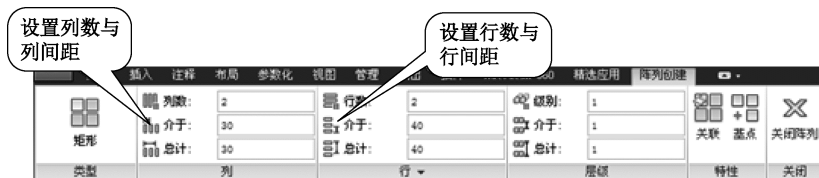

图 3-32 “阵列创建”选项卡（矩形阵列参数设置）
(1) 命令行提示选择对象，此时选择内接圆为  $\phi 12$  正六边形，按 Enter 键功能区即显示“阵列创建”选项卡，如图 3-32 所示。
(2) 在“列”面板“列数”数字框内输入“2”，“介于”数字框内输入“30”，如图 3-32 所示。
(3) 在“行”面板“行数”数字框内输入“2”，“介于”数字框内输入“40”，如图 3-32 所示。
(4) 单击“关闭”面板上“关闭阵列”按钮 ，完成阵列操作。